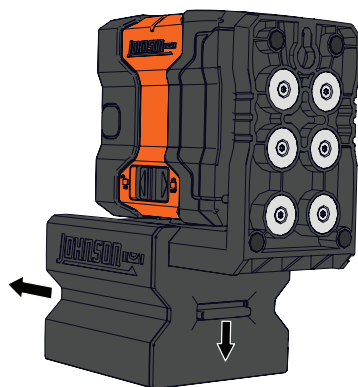

Figure 11
2. Pour libérer le support magnétique au sol de l'unité, appuyez sur la languette de dégagement à l'arrière du support et faites glisser le support et la base intégrée pour les séparer. (Figure 11)